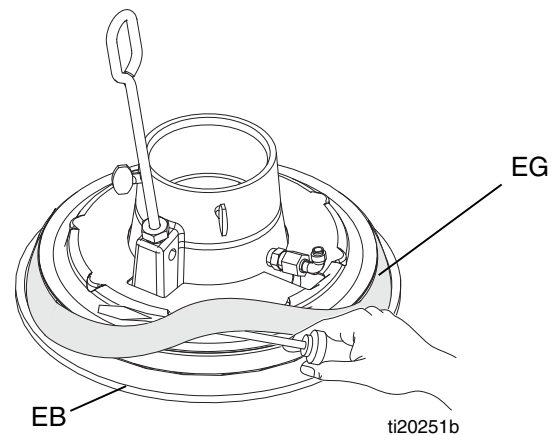

FIG. 11
1. *Trabajando desde abajo*, use un destornillador para hacer palanca en el espaciador (EG) para aflojarlo. Haga subir el espaciador completamente por encima de la brida del plato. Consulte FIG. 11.